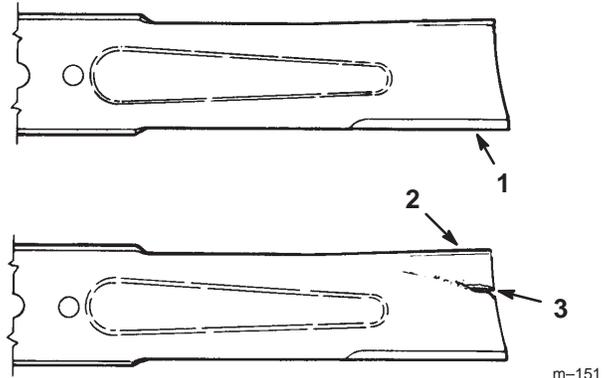

Bild 33
2. Untersuchen Sie die Schneidkanten (Bild 33). Bauen Sie, wenn die Kanten nicht scharf sind oder Kerben aufweisen, die Schnittmesser aus und schärfen sie. Siehe Schärfen der Schnittmesser, Seite 30.
3. Untersuchen Sie die Schnittmesser, insbesondere den gebogenen Bereich (Bild 33). Montieren Sie, wenn Sie Schäden, Verschleiß oder Rillenbildung in diesem Bereich feststellen (Bild 33), sofort ein neues Schnittmesser.